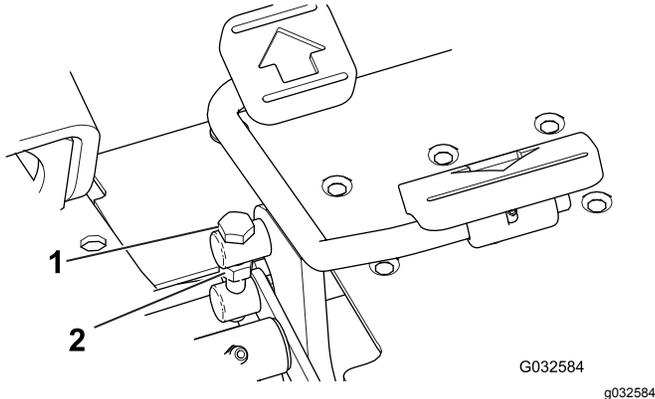

図 48
1. 走行ペダルの側面についているトラニオンボルトのジャムナットをゆるめる 図 48。